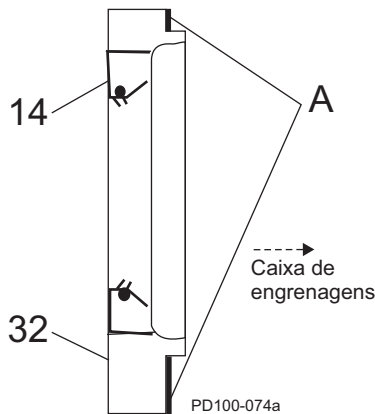

Figura 88 - Instale o retentor do rolamento
18. Cubra os flanges do retentor com vedante de silicone (Figura 88, item A). (A fita de vedação Gore-Tex® pode ser usada em modelos sem silicone.) A vedação de graxa (item 14) estará integrada à parte dianteira do retentor do rolamento. Nos modelos 030, a vedação de graxa será posicionada contra a saliência no diâmetro interno do retentor.
19. Instale os retentores do rolamento (Figura 88, item 32).